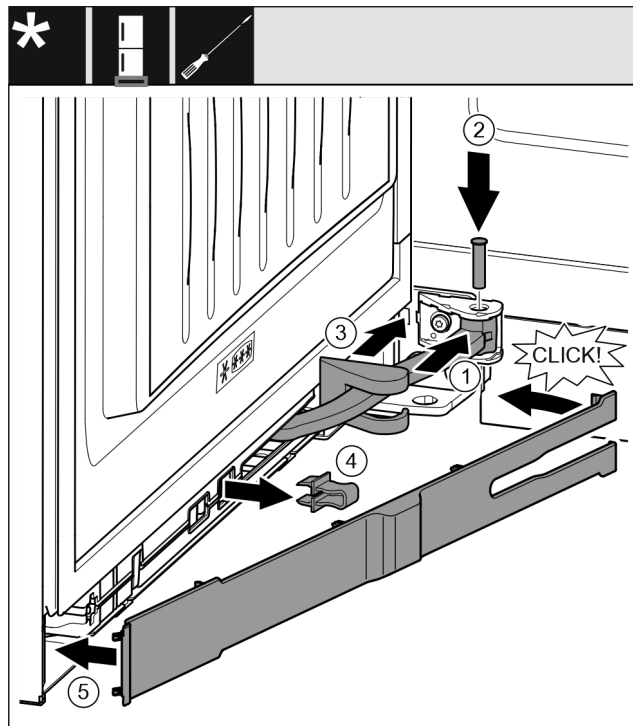

Fig. 38
- ▶ Kĺb otočte v závese. Fig. 38 (1)
- ▶ Skrutkovačom T15 nasadíte čap do závesu a kĺbu. Pritom dbajte na to, aby sa zaistovací doraz nachádzal správne v drážke. Fig. 38 (2)
- ▶ Kryt ložiskovej konzoly posuňte pozdĺž kĺbu a namontujte ho nad záves. Fig. 38 (3)
- ▶ Vyberte poistku. Fig. 38 (4)
- ▶ Kryt nasadíte na strane rukoväte a priklopte. Fig. 38 (5)